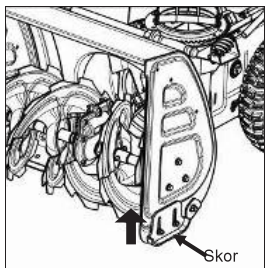

Bild 24A
- På jämn mark, t.ex. asfalt bör skorna justeras till ca 5 mm (från skruven till marken). (Bild 24A)